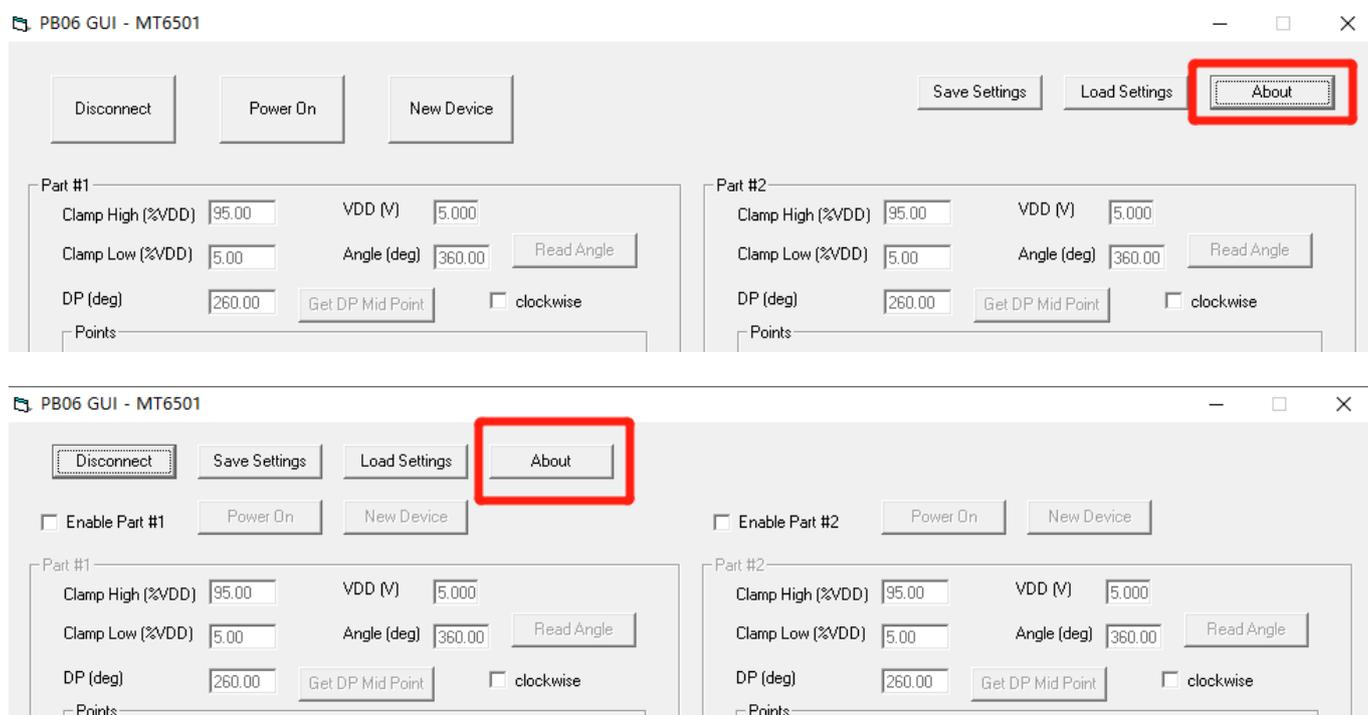
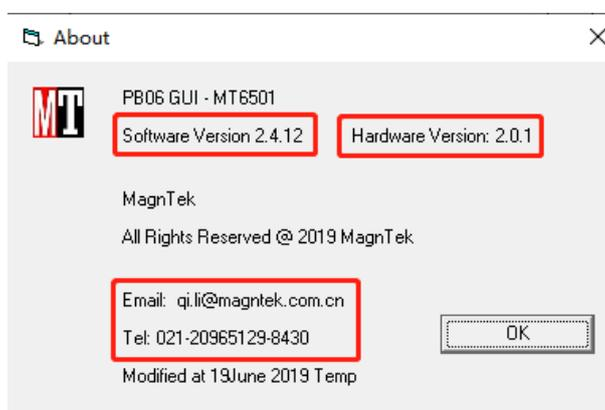

图 8.1 界面“About”按钮位置
图 8.2 “About”界面
- 连接串口后，单击界面 About 按钮（图 8.1），弹出如下图 8.2 界面